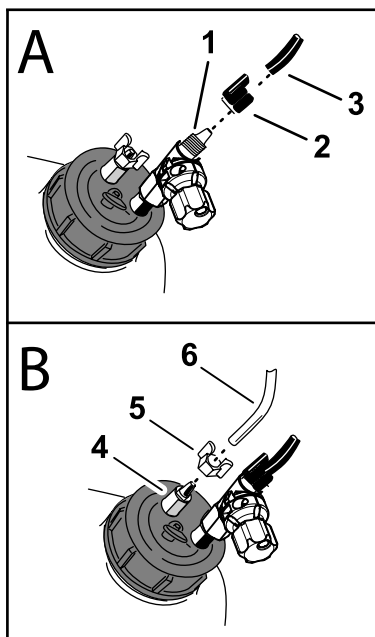

Figura 2
- Remova a porca de compressão branca da união na tampa do depósito (**Figura 2**).
- Monte a porca de compressão branca no tubo transparente do tubo de retorno do compressor para o depósito (**Figura 2**).
- Monte a porca de compressão azul (**Figura 2**) que removeu no passo 3 de **Instalação da válvula de controlo de espuma** (página 3) no tubo azul do tubo de retorno do compressor para o depósito que cortou em **2 Preparação dos tubos** (página 2).
- Monte o tubo azul e a porca azul na união da válvula reguladora montada na tampa e aperte a porca de compressão à mão (**Figura 2**).